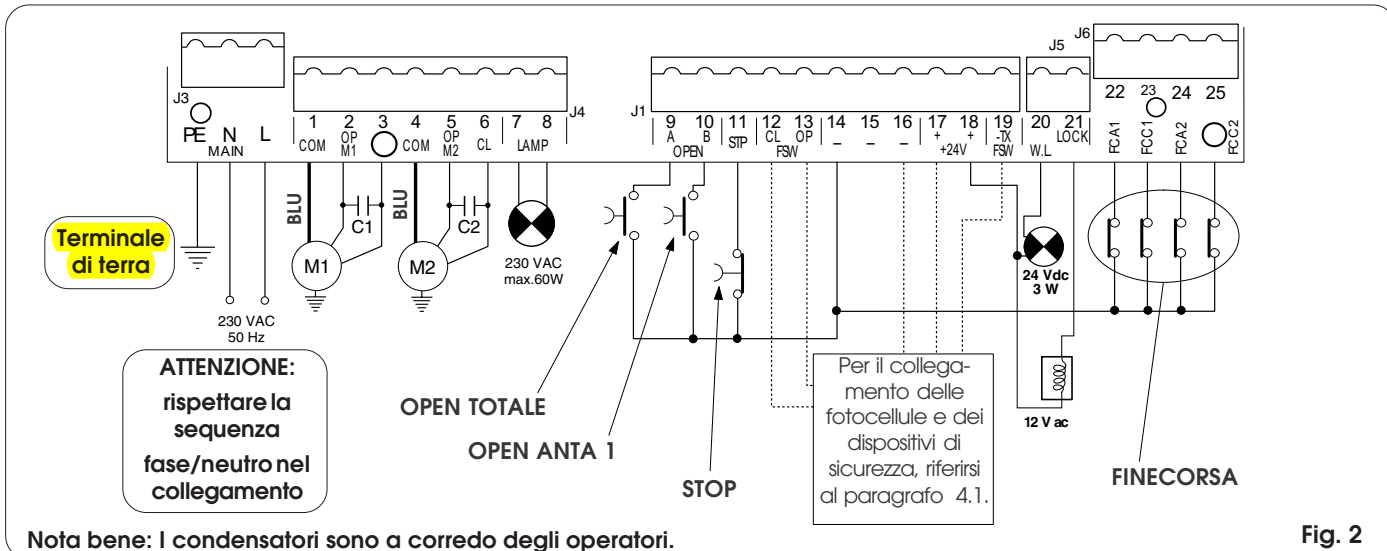

Fig. 2
- Collegare il cavo di terra all'apposito morsetto previsto sul connettore J3 dell'apparecchiatura (vedi fig.2).
4.2. Morsetti J3 - Alimentazione (fig. 2)
4.3. Morsetti J4 - Motori e lampeggiatore (fig. 2)
4.4. Morsetti J1 - Accessori (fig. 2)
4.5. Morsettiera J5 - Lamp. Spia ed Elettroserratura (fig. 2)
4.7. Morsettiera J6 - Finecorsa e/o Encoder (fig. 2)